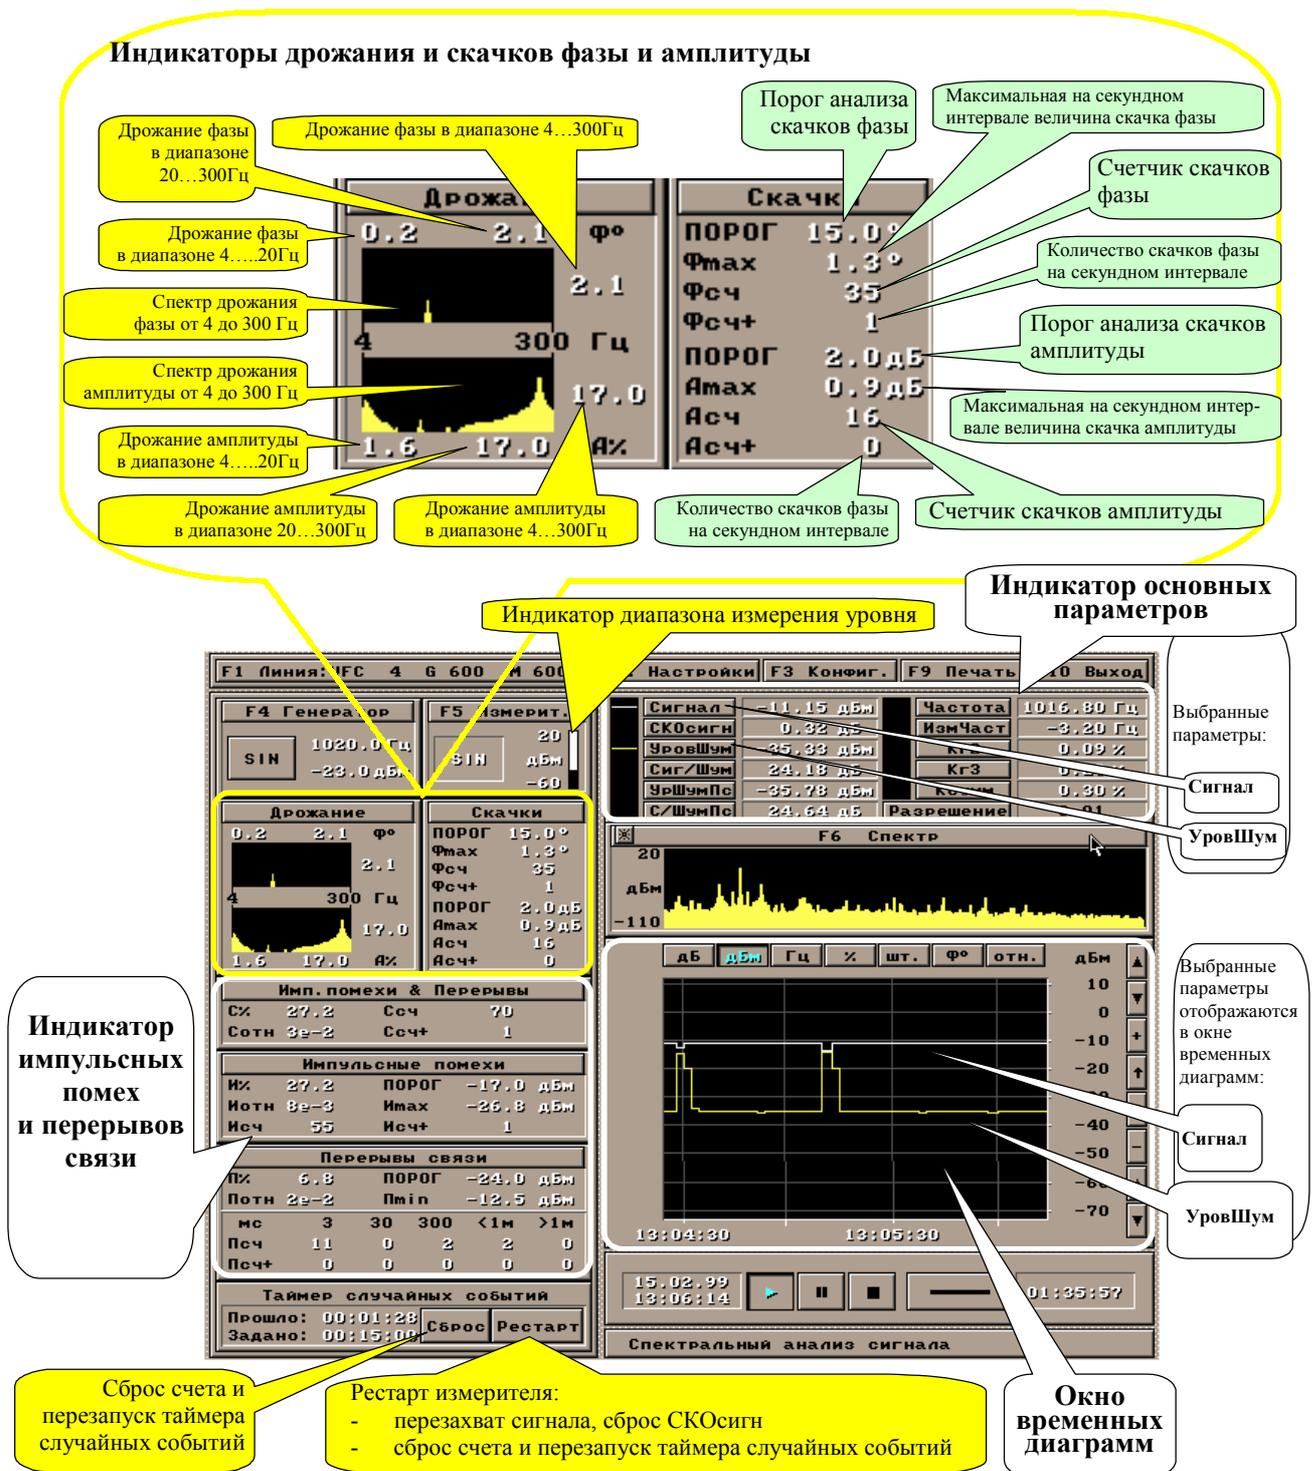

Рис. 16 Анализ гармонического сигнала
Анализ искажений гармонического сигнала обеспечивается в каждом из режимов подключения к линии: двух- или четырехпроводном, на сети ТфОП или выделенной линии, согласованном или высокоомном. При этом одновременно отображаются приведенные на Рис. 16 результаты измерений.
На панели индикации дрожания фазы и амплитуды **Дрожание** отображаются следующие параметры измеряемого гармонического сигнала (см. выделенный фрагмент на Рис. 16):
Панель индикации скачков фазы и амплитуды **Скачки** представляет данные анализа скачков фазы и амплитуды гармонического сигнала и содержит следующие параметры (см. выделенный фрагмент на Рис. 16):
В правой части экрана над окном временной развертки находится панель **СПЕКТР** (см. Рис. 16), на которой отображается диаграмма распределения уровня мощности сигнала [дБм] по частоте [Гц]. С этой панелью возможны следующие манипуляции.
1) Кнопка  в левом верхнем углу панели (см. Рис. 16) позволяет перевести окно **СПЕКТР** в режим индикации **Затухание паразитных модуляций**, в котором (см. Рис. 11) с отстройкой от основной частоты на величину $\pm K \times 50$ Гц ($K = -8, \dots, -1, 1, \dots, 8$) индицируются значения затухания продуктов паразитной модуляции сигнала, измеренные с применением узкополосных фильтров (см. Приложение 6); возврат к режиму индикации спектра происходит при повторном нажатии кнопки .